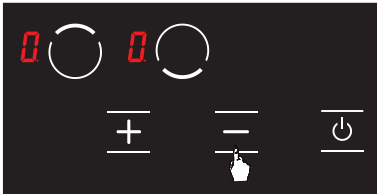

Abbildung 22
3. Berühren Sie erneut die Taste **-**. (siehe Abb. 22) Dies sollte unmittelbar nach Schritt 2 erfolgen. Die Kindersicherung ist dauerhaft inaktiv. Selbst wenn das Produkt aus- und wieder eingeschaltet wird, bleibt die Kindersicherung weiterhin passiv.